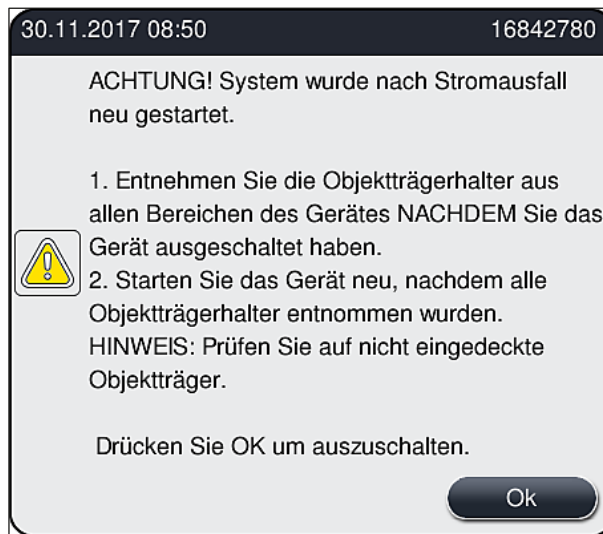

Abb. 108
- Nachdem die Stromversorgung wieder hergestellt ist, führt das Gerät automatisch einen Neustart durch. Der Benutzer wird über den Stromausfall durch eine Meldung (→ Abb. 108) am Bildschirm informiert, und das Ereignis wird in das Ereignisprotokoll eingetragen.
- ① Nachdem die Stromversorgung wieder hergestellt ist, startet das Gerät automatisch wieder. Ein Warnton ertönt und eine Warnmeldung wird auf dem Display angezeigt (→ Abb. 108).
Anschließend den Anweisungen der Meldung (→ Abb. 108) folgen und die Objektträger aus dem Gerät entnehmen.